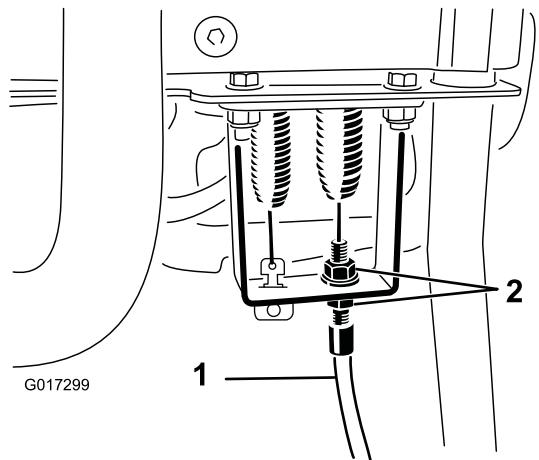

Figura 52
4. En la división del mando de control, afloje el cable de control del molinete hasta que haya holgura en el cable (Figura 52).